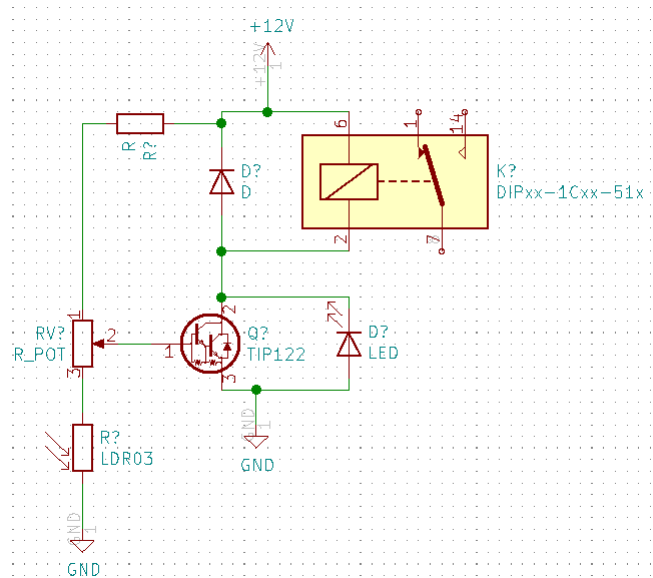

Figura 3: Circuito con LDR.
2. Después arma en la protoboard el circuito que se muestra en la figura 3, en el cual se puede observar que el relevador no se activa hasta que la fotorresistencia deja pasar la intensidad necesaria. Aquí se utiliza un relevador de 5V.